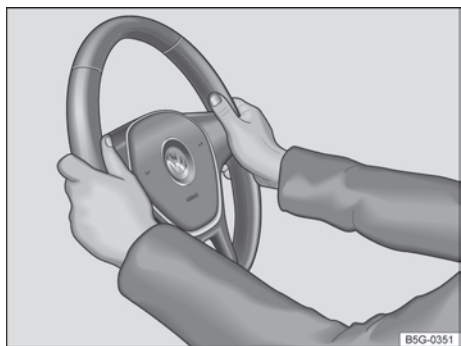

Fig. 66 No volante: posição 9 e 3 horas.
- Ajustar a posição do volante de forma que possa segurá-lo lateralmente pela borda externa nas posições de 9h e 3h → Fig. 66 com ambas as mãos e os braços ligeiramente dobrados.
- Empurrar a alavanca ① sempre pelo manipulô com firmeza para cima após o ajuste, para travar a posição do volante.
- Durante a condução, sempre segurar o volante com ambas as mãos lateralmente na borda externa nas posições de 9h e 3h → Fig. 66, para reduzir ferimentos causados por um acionamento do airbag frontal do condutor.